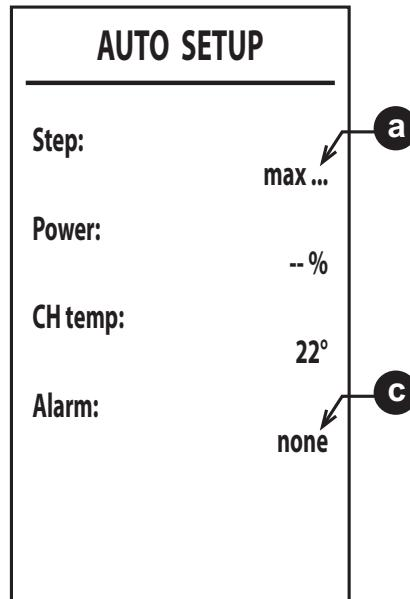

fig. 51
- 6.Después del encendido, el quemador se pone en modo calefacción a las distintas potencias (máx., med., mín.) indicadas por el punto **a** (fig. 51). Si la eliminación del calor de la instalación no es suficiente para hacer terminar el procedimiento, se puede activar una demanda de ACS solo después de que se haya encendido el quemador.
- 8.Si la secuencia de encendido descrita en el punto “**6**” no termina correctamente, se visualiza el mensaje **max_err** en el punto **a** y un código de error en el punto **c** (fig. 51).